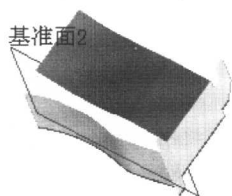
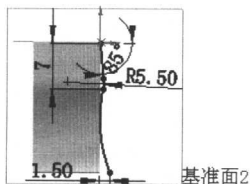

图 1.13 斜接法兰 2
图 1.15 横断面草图
(3) 定义斜接法兰参数。
① 定义法兰位置。在 **法兰位置(N)** 区域中, 单击“折弯在外”按钮 。其他采用默认设置。
② 定义启程/结束处等距离。在 **起始/结束处等距(O)** 区域的下拉列表  输入 3.0, 在  输入 3.0。其他采用默认设置。
(4) 单击  按钮, 完成斜接法兰 1 的创建。
Step5. 添加图 1.13 所示的钣金特征——斜接法兰 2。
(1) 选择命令。选择下拉菜单 **插入(I)** → **钣金(B)** → **斜接法兰(M)** 命令 (或单击“钣金”工具栏上的“斜接法兰”按钮 )。
(2) 定义特征的横断面草图。
① 定义横断面草图。在草绘环境中绘制图 1.15 所示的横断面草图。
② 选择下拉菜单 **插入(I)** → **退出草图** 命令, 退出草绘环境, 此时系统弹出“斜接法兰”窗口。
(3) 定义斜接法兰参数。定义法兰位置: 在 **法兰位置(N)** 区域中, 单击“折弯在外”按钮 。其他采用默认设置。
(4) 单击  按钮, 完成斜接法兰 2 的创建。